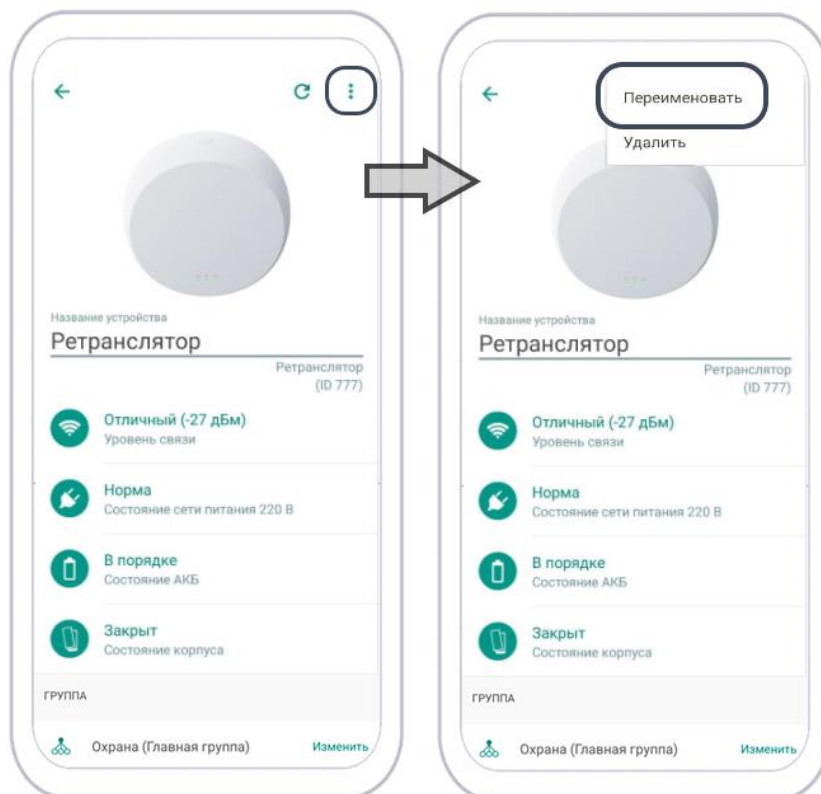

Рисунок 11.2 – Вызов меню на экране настройки радиоустройства
1. Откройте экран настройки радиоустройства в приложении (см. рисунок 11.2).